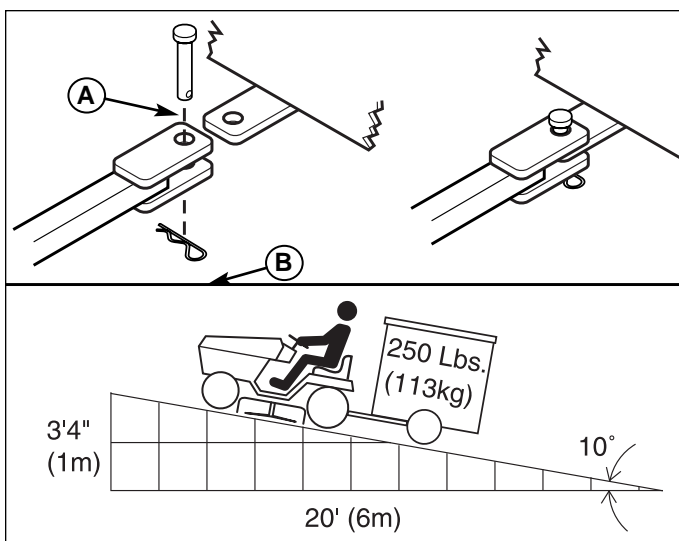

Figure 10. Recommandations de poids de remorque
L'effort de traction horizontal maximum admissible est de 280 N. L'effort de traction vertical maximum est de 160 N. Ceci correspond à une remorque de 113 kg (250 lbs) sur une pente de 10 degrés. Fixer la remorque avec une goupille de remorquage de taille appropriée (A, Figure 10) et d'un clip (B).